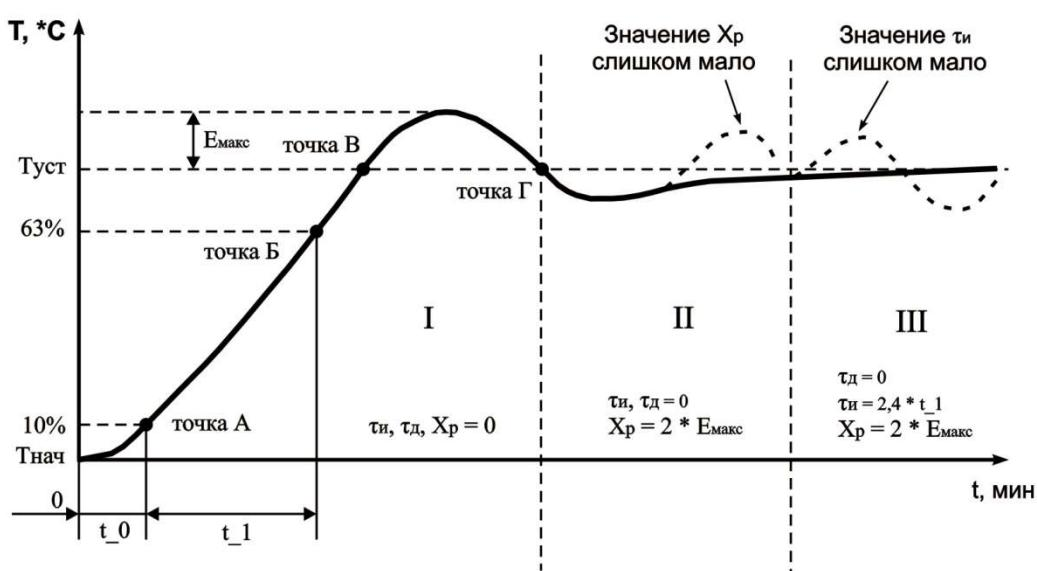

Рисунок 7.1 - Ручная настройка ПИД-регулятора
7.2.5.2.3 Установить значение параметра  $c_H_1 = 3$  ( $c_H_2$ ,  $c_H_3$ ,  $c_H_4$ ). После нажатия кнопки , на индикаторе отобразится мигающая надпись “ $P_L d$ ” с соответствующим индикатором номера настраиваемого канала в течении времени 10 сек (время может меняться в зависимости от установленного времени фильтра  $F_E_1$ ,  $F_E_2$ ,  $F_E_3$ ,  $F_E_4$ ). По окончанию времени регулятор выдаст непрерывный максимальный выходной сигнал и на дисплее отобразится текущая температура с точкой в младшем разряде “xxx.”. В результате чего выходное реле нагрузки будет включено до тех пор, пока не будет достигнута величина температуры равная  $S_P$  ( $T_{уст}$ ). После выключения реле нагрузки (стадия I, точка В на рисунке 7.1) некоторое время температура по инерции будет продолжать увеличиваться. Как только контролируемая температура опустится ниже  $S_P$  ( $T_{уст}$ ), процесс автонастойки заканчивается (точка Г рисунок 7.1), на дисплее отображается непрерывная надпись “ $P_L d$ ”. TR-101 вычисляет коэффициенты ПИД регулятора: полосу пропорциональности  $X_p$ , постоянную времени интегрирования  $\tau_i$ , постоянную времени дифференцирования  $\tau_d$ . После окончания автонастойки необходимо нажатием кнопки  перевести прибор в режим программирования, в котором можно посмотреть и скорректировать полученные значения коэффициентов.
7.2.6.3.6 Измерить максимальное значение перерегулирования между точками В и Г ( $E_{макс}$ . рисунок 7.1).